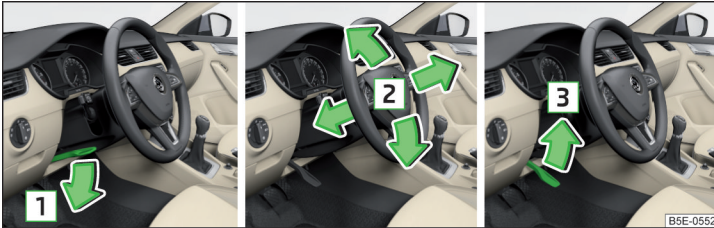

Abb. 24 Lenkradposition einstellen
- Den Sicherungshebel unter dem Lenkrad in Pfeilrichtung **1** schwenken » Abb. 24.